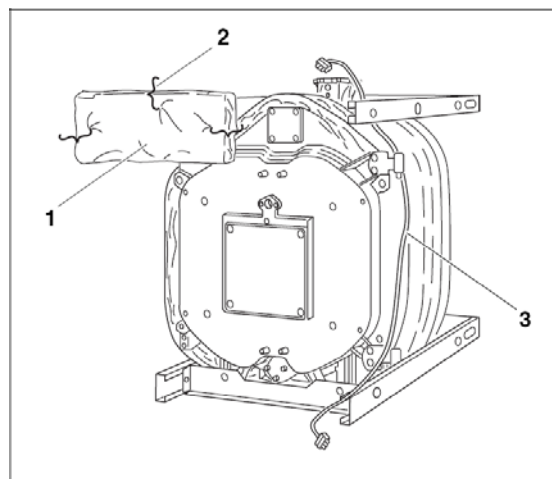

Fig. 39
- Tryck in det fyrkantiga stycket isolering på den övre skenan framför (Fig. 39, **pos. 1**).
- Sätt fast isoleringen med 3 spännfjädrar (Fig. 39, **pos. 2**).
- För brännarkabeln (Fig. 39, **pos. 3**) ned längs sidan av pannblocket utan på isoleringen.